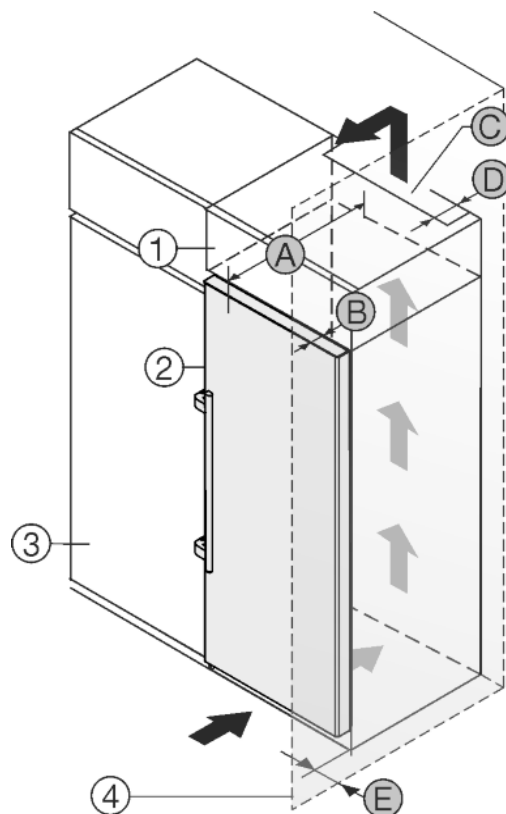

Fig. 23
Uređaj se može adaptirati za ugradnju u kuhinjske ormare. Kako biste uređaj *Fig. 23 (2)* prilagodili visini kuhinjskog namještaja, iznad uređaja možete postaviti viseći ormar *Fig. 23 (1)*.
Uređaj se može postaviti direktno uz kuhinjski ormar *Fig. 23 (3)*. Kako biste vrata mogli potpuno otvoriti, uređaj mora biti za dubinu *Fig. 23 (B)* ispred u odnosu na prednjicu kuhinjskog ormara. Ovisno o dubini kuhinjskih ormara i uporabi zidnih distancera, uređaj može i dalje stršati.
- Na stražnjoj strani visećeg ormara treba postojati otvor za odzračivanje dubine *Fig. 23 (D)* po cijeloj širini visećeg ormara.
- Ispod stropa prostorije treba poštivati ventilacijski presjek *Fig. 23 (C)*.
Kada se uređaj postavlja s okovima pored zida *Fig. 23 (4)*, treba poštivati razmak *Fig. 23 (E)* između uređaja i zida. To odgovara stajanju ručice kod otvorenih vrata.